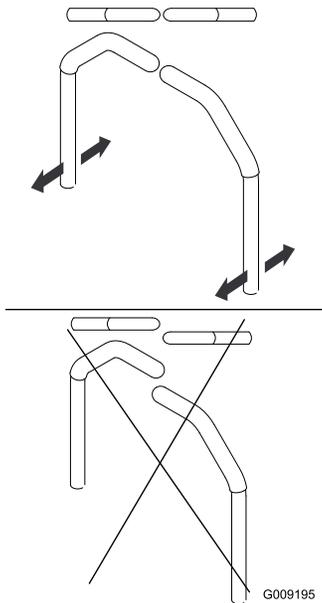

Figura 96
4. Alinee las palancas en el sentido adelante/atrás acercándolas a la posición de PUNTO MUERTO, y moviéndolas hasta que estén alineadas; luego apriete los pernos (Figura 96).